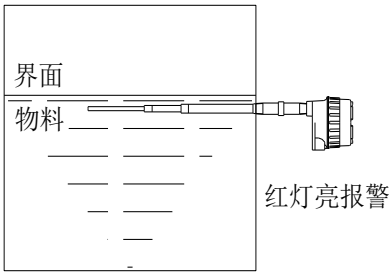

图 5.2 绝缘物料的标定 2
- D. 升高物位令其覆盖传感器。见图 5.2 绝缘物料的标定 2 (此时 LED 红灯亮)。